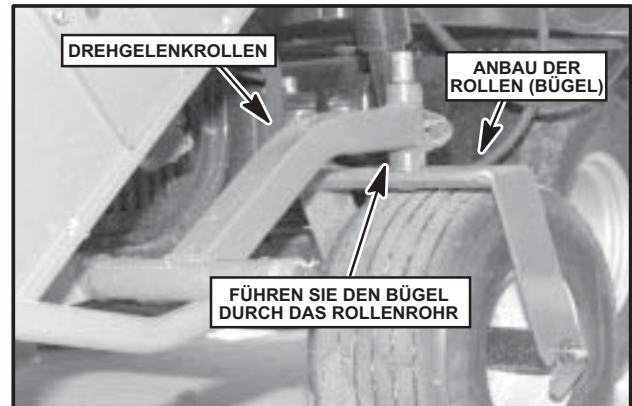

Abbildung 19
1. Entnehmen Sie die Rollen (Bügel) (Teilenummer 890118) aus dem Zubehörset. Schauen Sie auf die Öffnungen der Nut an der Unterseite des Bügels und setzen Sie den Bügel in das Montagerohr am Ende der Rollenbaugruppe (siehe Abb. 19). Sichern Sie die Verbindung mit einem (1) Sicherungsring (Teilenummer 548349). Lassen Sie die Rollen und den Bügel vorsichtig ab, bis der Bügel auf dem Boden aufliegt.